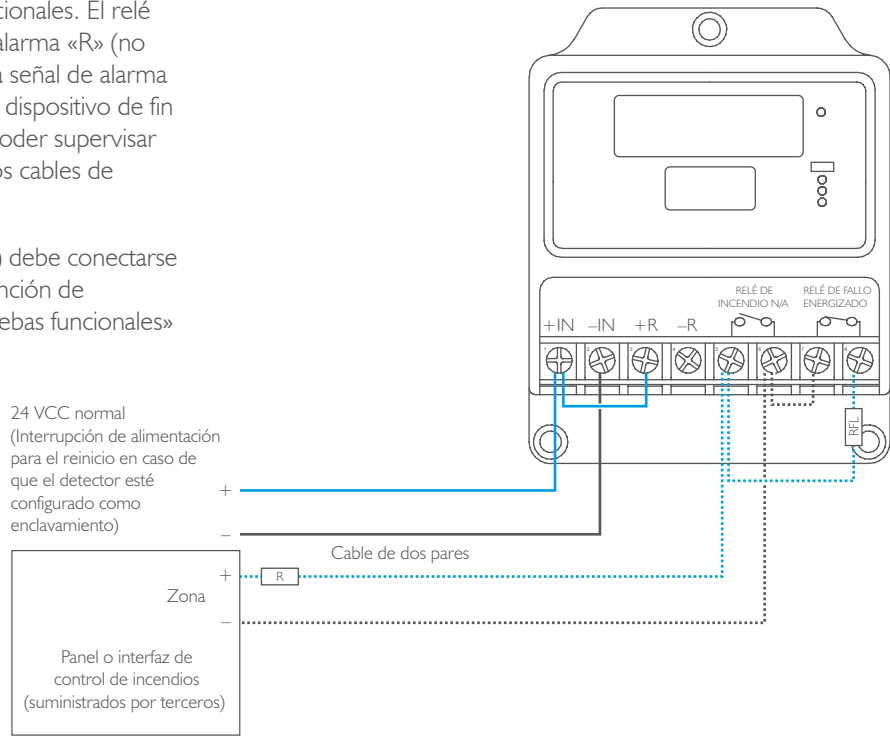

Figura 16. Diagrama de conexión de cuatro hilos - detector único
- 2) Contactos libres de tensión de dos relés internos RL1 (incendio) y RL2 (fallo o prealarma). Mediante los contactos de relé conectados en una configuración de cuatro hilos, se puede señalar el estado del detector a los equipos de control (véase la figura 16).